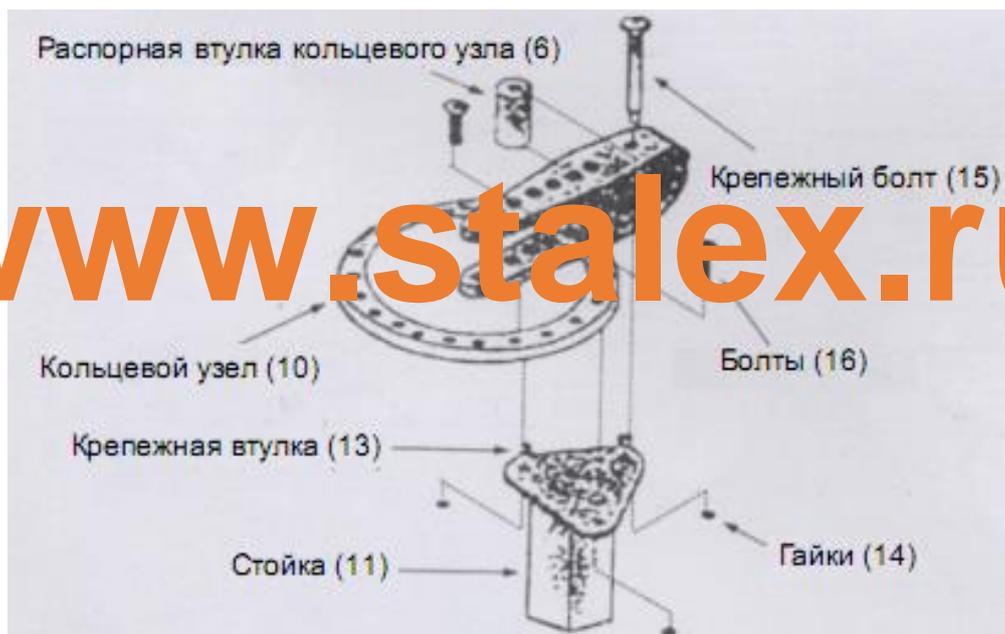

Рис. 1 - Сборка
Шаг 2: Поместить три крепежные втулки (13) над тремя отверстиями в верхней части стойки, как показано на Рис. 1.